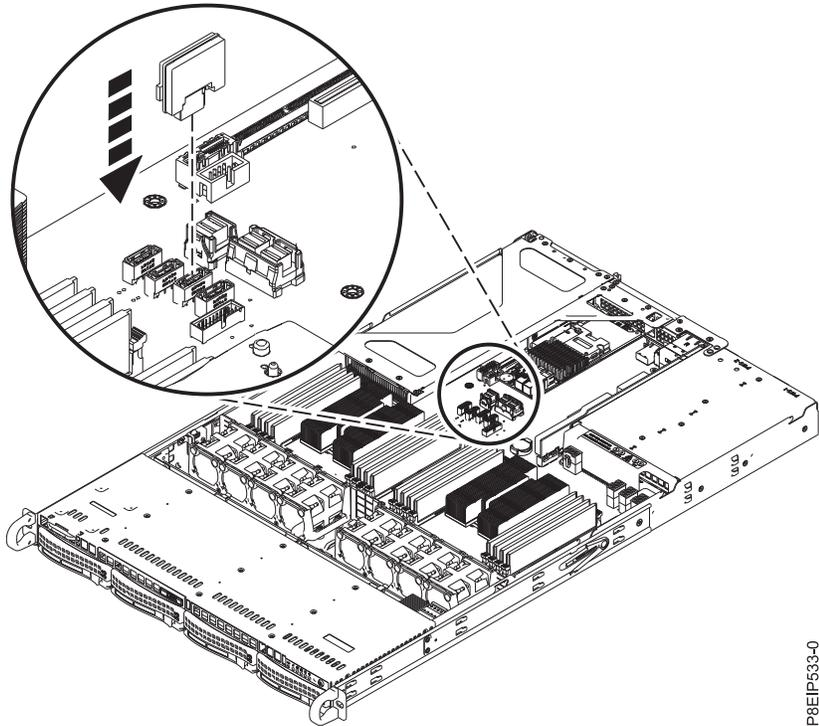

Figura 12. Instalación de una DOM
2. Instale la DOM en la placa posterior del sistema, en las posiciones **(A)**, como se muestra en la Figura 12 en la página 16. En función del modelo de DOM, también puede que tenga que conectar un cable de alimentación pequeño para la DOM. Asegúrese de conectar los conectores correctamente.